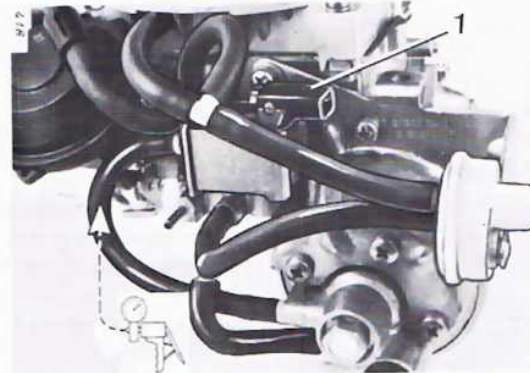

Bild 16
4.1 Elektro-Umschaltventil (Bild 16)